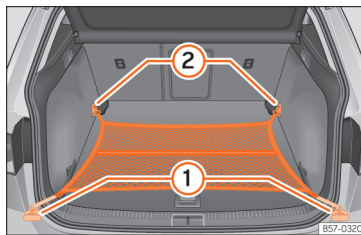

Fig. 175 În portbagaj: plasa pentru bagaje prinsă la nivelul podelei.
- Fixați cârligele plasei pe inelele de ancorare »» fig. 175 (1) și (2) »» Δ. Fermoarul bagajelor trebuie îndreptat în sus.